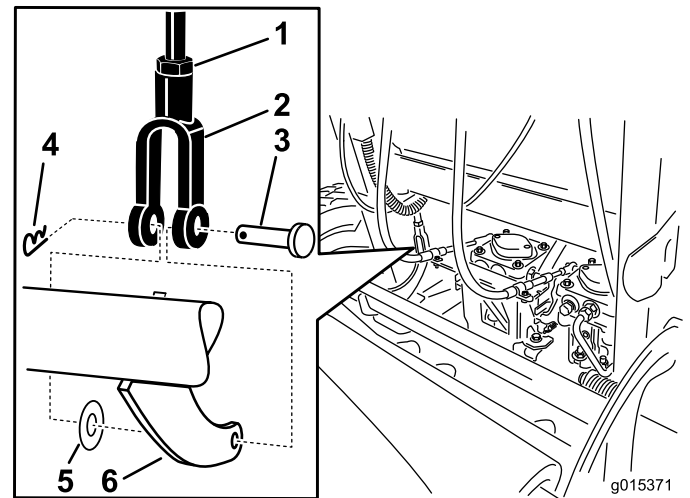

Figura 71
5. Para ajustar el freno, retire la chaveta y el pasador de la palanca de freno inferior y la horquilla (Figura 71).
6. Afloje la contratuerca (Figura 71).
7. Gire la horquilla (Figura 71).
8. Sujete la horquilla a la palanca de freno inferior con el pasador y la chaveta (Figura 71).
9. Apriete la contratuerca (Figura 71).